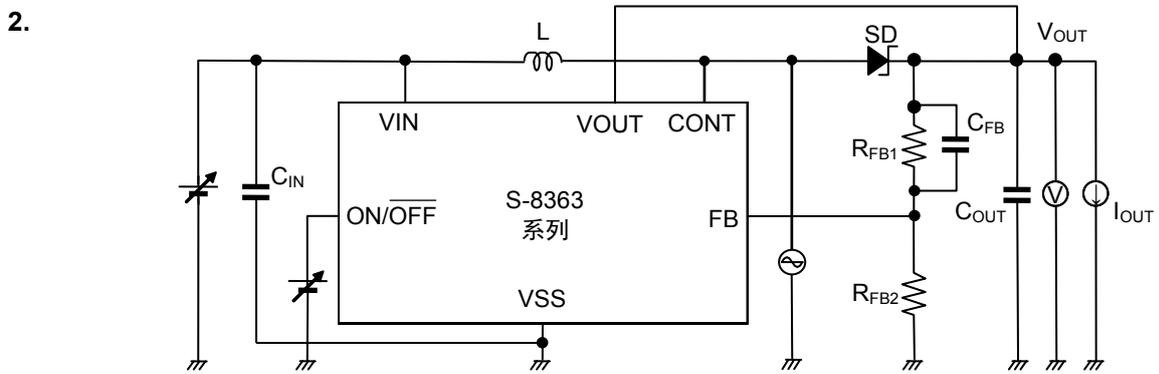

图 6
- \*1. 指使用如“表 6 外接元器件一览”所示的外接元器件以及在如图 6 所示的测定电路下的保证值。工作开始电压因二极管的正向电压而产生较大的变动, 请在实际的应用电路上进行充分的评价。